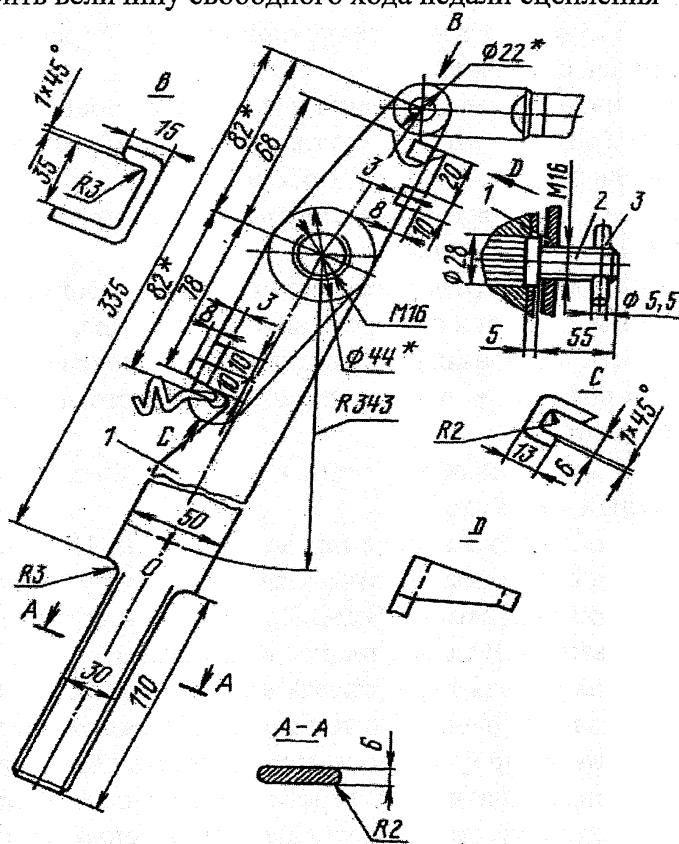

Рис. 6. Ключ специальный для регулировки свободного хода педали сцепления:
- на рычаг 21 надеть специальный ключ (рис. 6) так, чтобы винт 2 уперся головкой в вал выключения сцепления (как показано на рисунке), устранив зазор воротком 3;